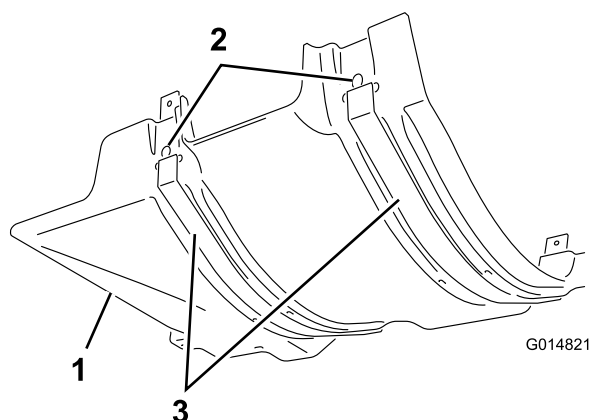

Рисунок 3
1. Вставьте ремни теплозащитного экрана в прорези заднего теплозащитного экрана двигателя (Рисунок 3) и прикрепите ремни к экрану с помощью 6 пластиковых заглушек.